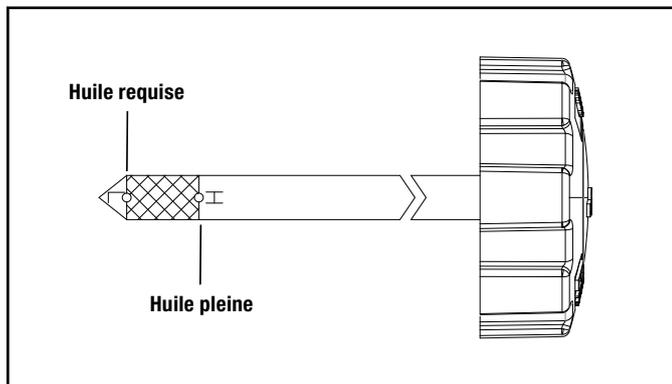

Figure 12B
3. Insérez la jauge dans la goulotte de remplissage de l'huile, mais ne la vissez pas, puis retirez-la pour vérifier le niveau d'huile. (figure 12B)
4. Si le niveau d'huile est inférieur au repère inférieur sur la jauge d'huile ou s'en approche, retirez la jauge, puis remplissez le réservoir avec l'huile recommandée jusqu'au repère supérieur. N'ajoutez pas trop d'huile. (figure 12B)